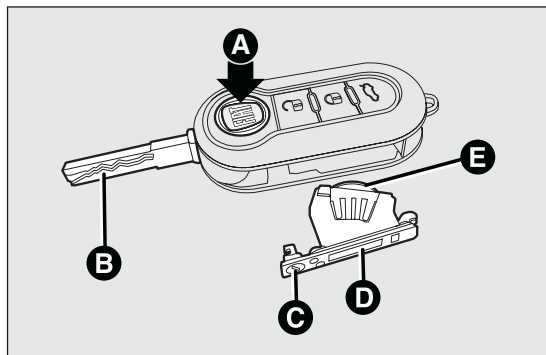

Abb. 5
- ☐ Die Taste A Abb. 5 drücken und den Metalleinsatz B Abb. 5 in Ausklappposition bringen;
- ☐ Die Schraube C Abb. 5 mit einem kleinen Schraubenzieher auf  drehen;
- ☐ Das Batteriefach D Abb. 5 herausnehmen und die Batterie E Abb. 5 unter Beachtung der Polarität ersetzen;